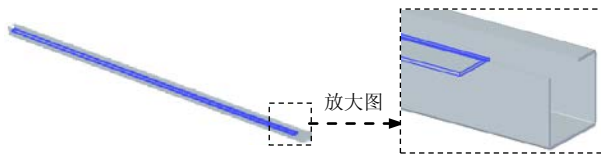
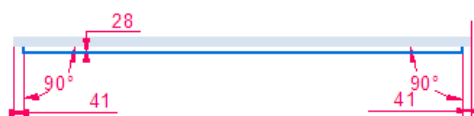

图 8.13.171 轮廓弯边特征 1
图 8.13.173 截面草图
Step3. 创建图 8.13.171 所示的弯边特征 1。
(3) 定义弯边类型。在命令条中单击“从两端”按钮 ; 在 **距离** 文本框中输入值 28, 在 **角度** 文本框中输入值 90, 单击“外部尺寸标注”按钮  和“外侧折弯”按钮 ; 调整弯边侧方向如图 8.13.171 所示。
(4) 定义弯边属性及参数。单击“弯边选项”按钮 , 取消选中 ☐ **使用默认值*** 复选框, 在其 **折弯半径 (R)** 文本框中输入值 0.5, 单击 **确定** 按钮。
(5) 单击左键, 在命令条中单击  按钮, 定义弯边特征形状如图 8.13.173 所示。
(6) 单击“关闭草图”按钮，单击按钮，完成特征的创建。